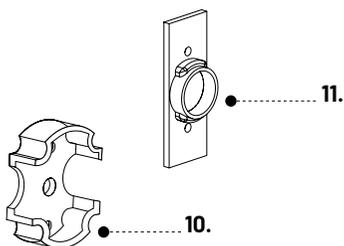
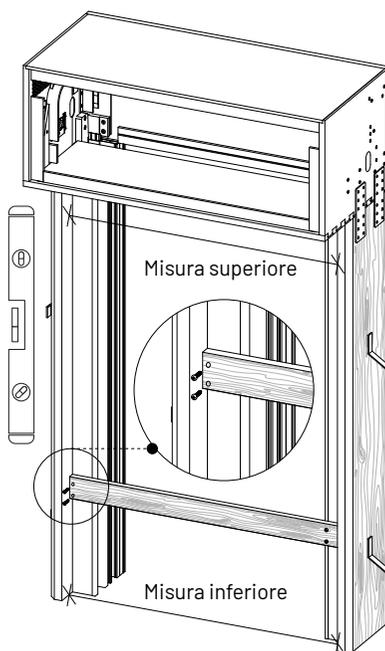
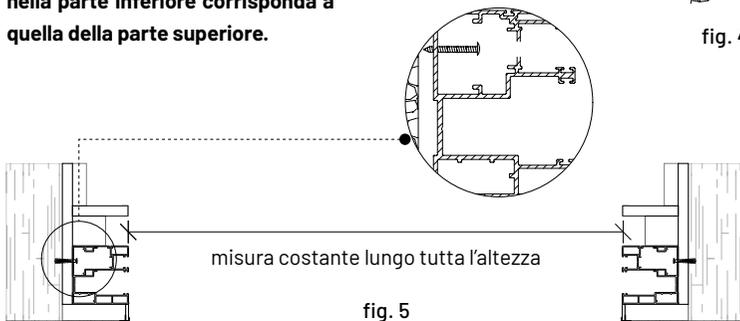

fig. 2
fig. 4
fig. 5
### MONOBLOCCO (fig.2):
Al fine di garantire che la larghezza inferiore delle guide (Fig.4) sia costante su tutta l'altezza e dunque uguale a quella superiore, **utilizzare la dima** (9 in fig.2) **fornita nell'imballo** posizionandola nella parte inferiore in aderenza e all'esterno delle guide. Quindi fissarla provvisoriamente con delle viti autoperforanti, e fissare meccanicamente a muro le spallette laterali di scorrimento. (fig.5)
**Accertarsi che il monoblocco isolante GreenBox™ rappresentato in fig. 4 venga installato in maniera corretta e stabile.**